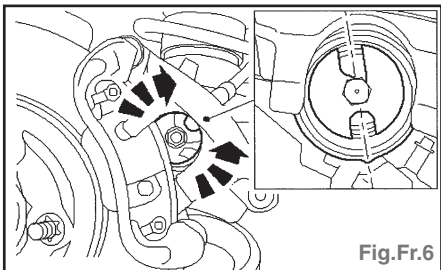

Fig.Fr.6
- Centrer le creux sur le piston d'étrier de frein gauche (Fig.Fr.6).